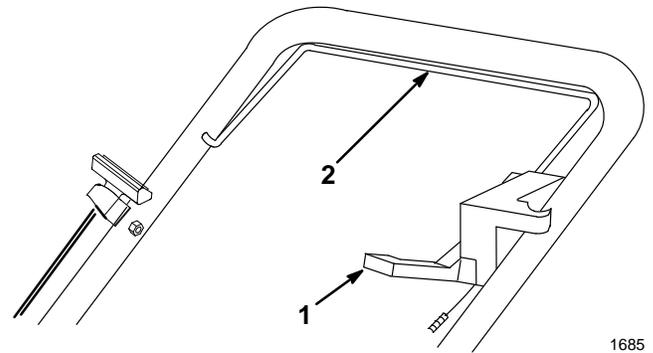

Figure 8
2. Modèles autopropulsés seulement—Pousser la barre de commande de traction vers l'avant (vers le moteur) (Fig. 8).
1. Déplacer le levier de commande de traction vers l'avant (en direction du moteur) (Fig. 8) et serrer la barre de commande jusqu'à ce qu'elle touche le guidon.